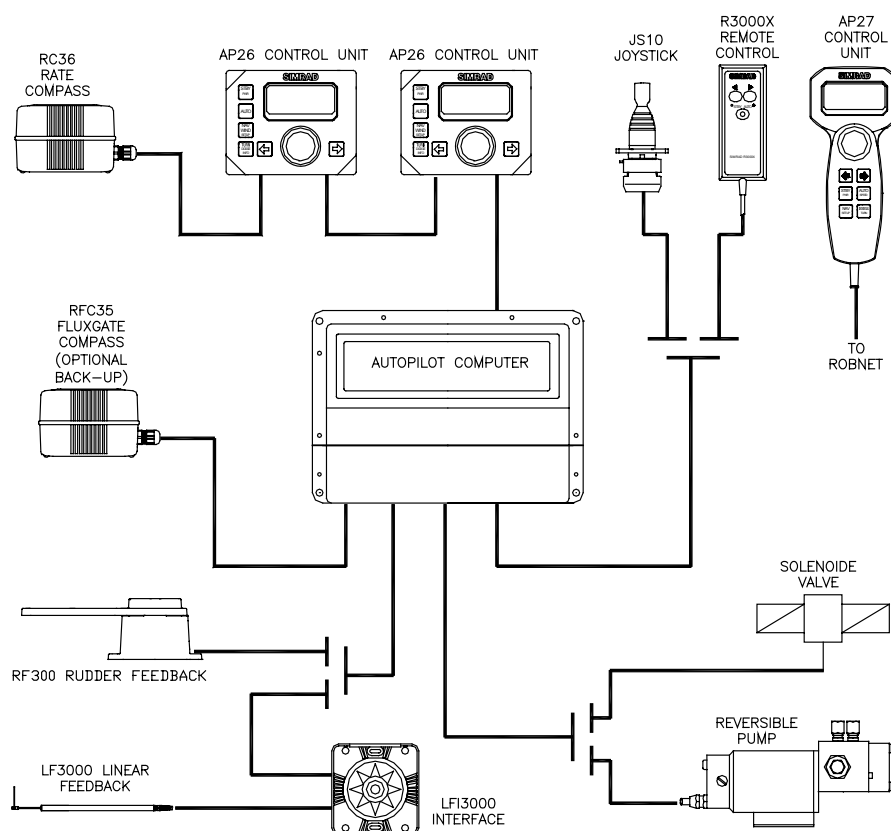

Abb. 3-1 Autopilot System-Übersicht mit Optionen
1. Zu installierende Systemkonfiguration festlegen (Abb. 3-1)
Vor der Installation sollte man sich unbedingt mit der System-Zusammenstellung vertraut machen. Das Autopilot Basis-System mit Zubehörteilen ist dargestellt in Abb. 3-1.